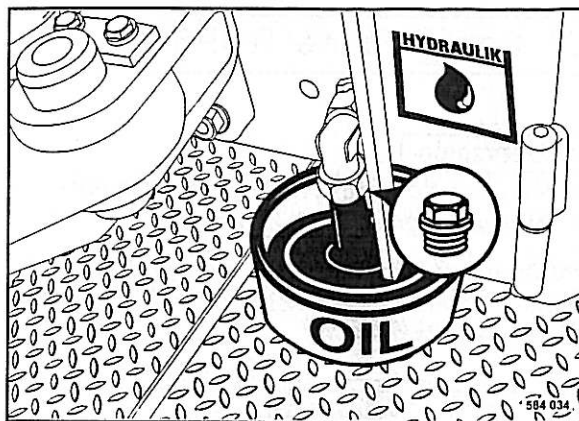

Fig. 124
- Desenroscar el tapón de cierre (Fig. 124) y descargar el aceite hidráulico por completo.